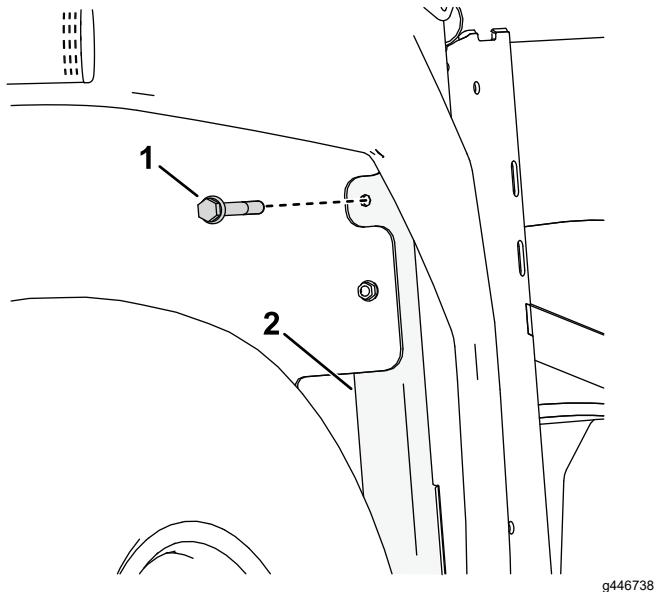

Figure 10
- Insérez le boulon de gâche (5/16" x 2 1/2") dans le trou percé à l'avant du tube du cadre (Figure 10).